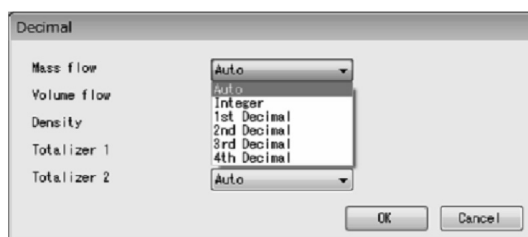

図88
③ 図88のように、それぞれの右側の矢印をクリックしてドロップダウンリストの中から設定する小数点を選択してください。